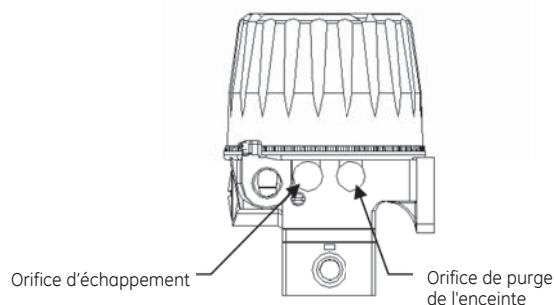

Figure 3
**Remarque :** L'orifice d'échappement est plus proche de l'entrée du conduit (côté gauche) L'orifice de purge de l'enceinte est sur le côté droit. (Voir figure 3.)